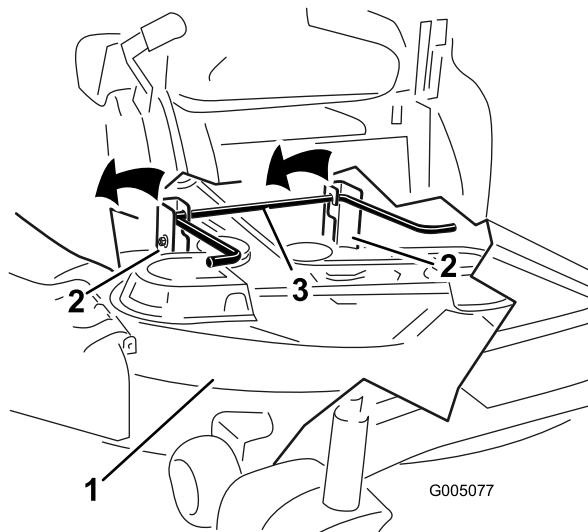

Figura 46
- Alzate il tosaerba e i supporti di sostegno dall'asta di sollevamento posteriore e abbassate con cautela il tosaerba al suolo (Figura 46).
5. Alzate la parte posteriore del piatto di taglio e guidate i supporti di sospensione lungo l'asta di sollevamento posteriore (Figura 46).